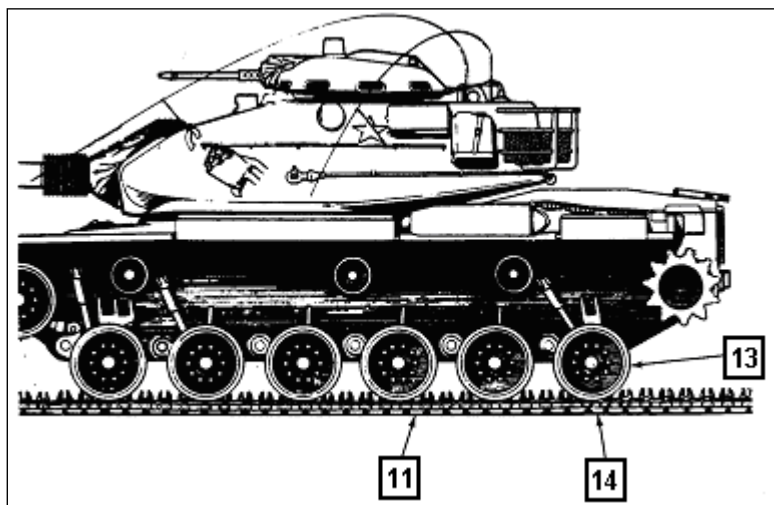

Fig 6-21. CC posicionado sobre a nova lagarta
e. Rebocar o CC cuidadosamente sobre a lagarta nova (11), **até que a sexta roda de apoio (13) esteja sobre o 16º patim (14)** da porção final da lagarta. (Fig 6-21)